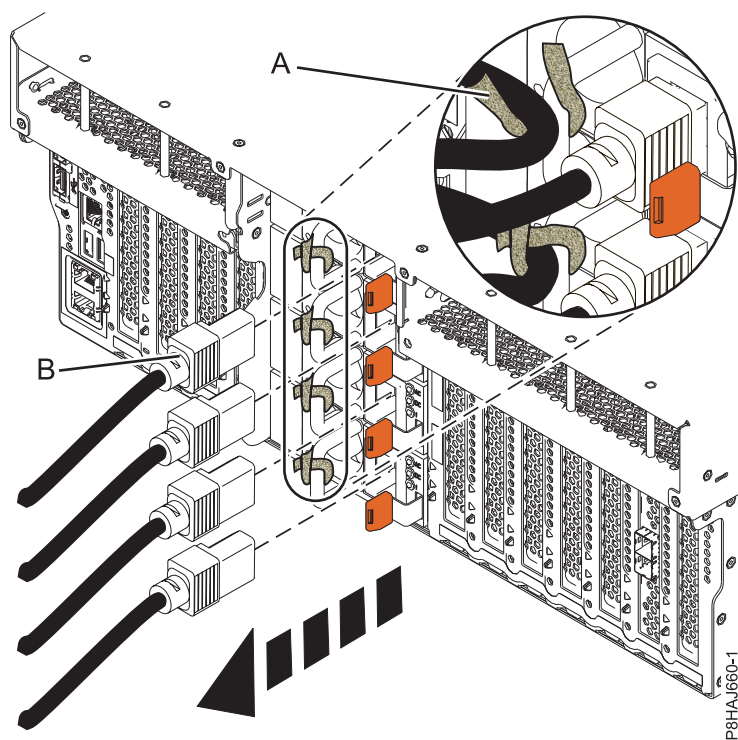
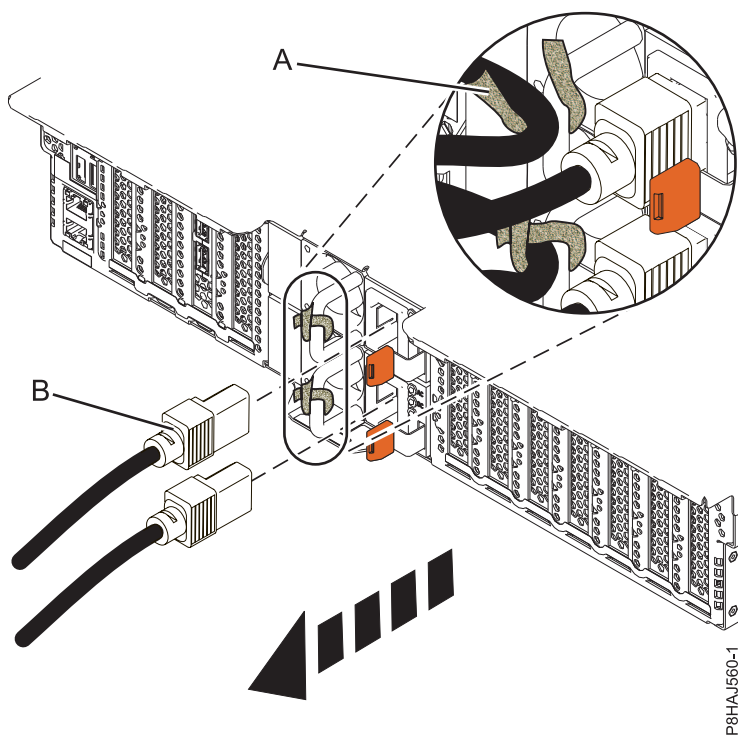
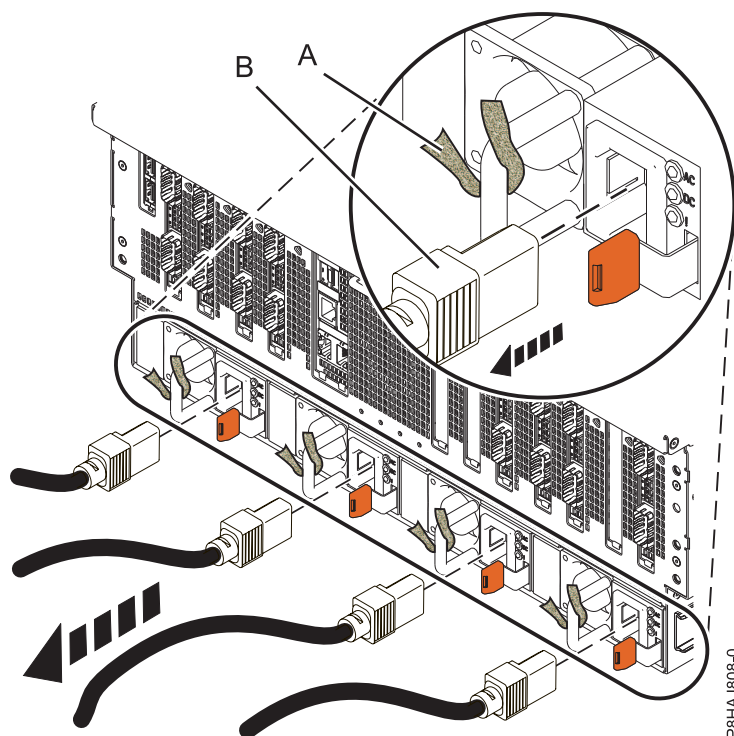

図 16. 8247-42L、8286-41A、または 8286-42A システムからの電源コードの取り外し
図 17. 5148-21L、5148-22L、8247-21L、8247-22L、8284-21A、または 8284-22A システムからの電源コードの取り外し
図 18. 8408-44E または 8408-E8E システムからの電源コードの取り外し
3. 電源コード **(B)** をシステム装置から切り離します。ご使用のシステムのタイプに応じて、44 ページの図 16、44 ページの図 17、または 45 ページの図 18を参照してください。